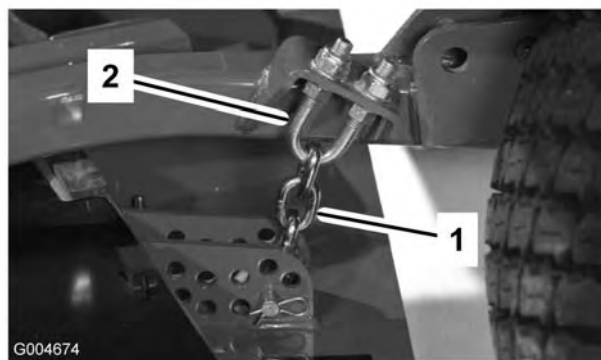

Figura 86
1. Afloje las contratueras de la parte superior o inferior del perno en U de la cadena de altura de corte (Figura 86).